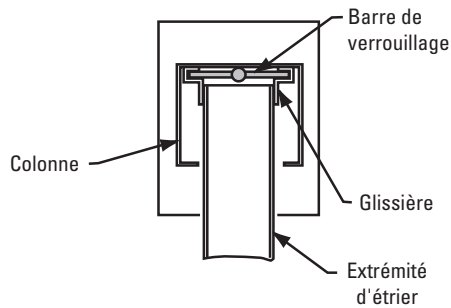

Fig. 16
1. Déplacer la colonne arrière vers l'étrier jusqu'à ce que les glisseurs fassent contact avec l'arrière de la colonne. Centrer l'étrier dans la colonne, Fig. 16.